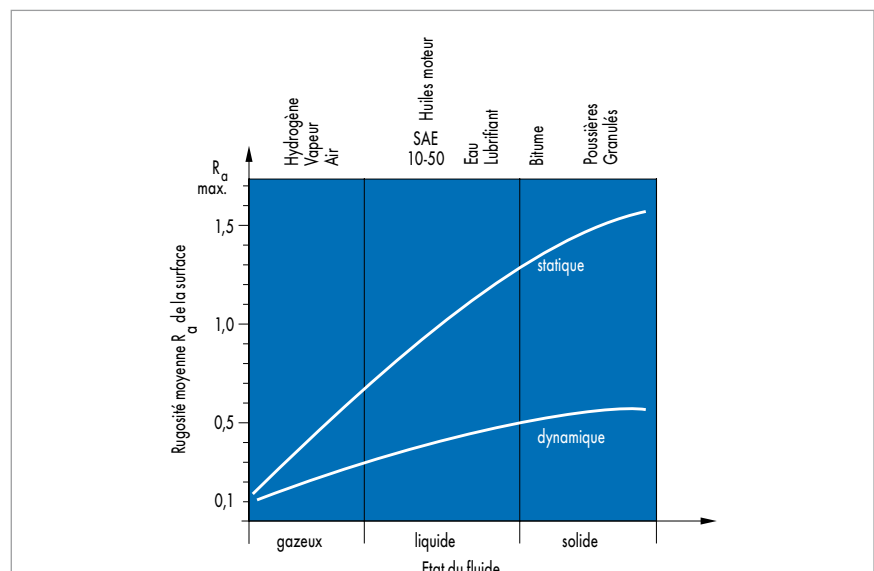

Fig. 2 Etat de surface préconisé pour les faces d'étanchéité
- Faces d'étanchéité, dynamique / statique : → Fig. 2